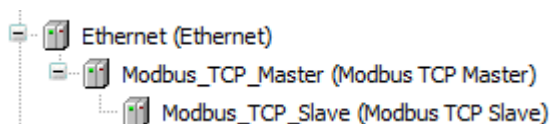

Рис. 11.15. Компоненты master-устройства **Modbus TCP** с опросом одного slave-устройства
5. Проверьте настройку компонента **Modbus TCP Master** (см. рис. 11.15)
6. Настройки компонента ModbusTCP Slave (см. рис. 11.15)
6.2. Вкладка **Канал Modbus Slave** (см. рис. 11.15)